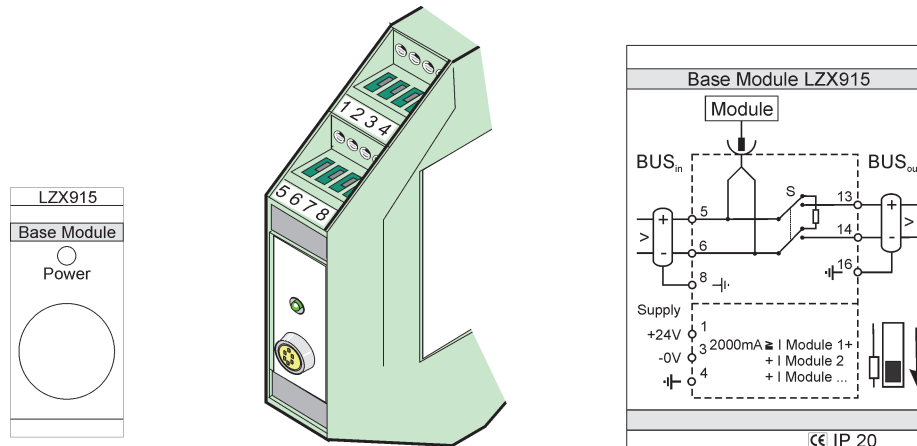

Рисунок 76 Внешний базовый модуль
4. Выполните соединения, как показано на Рисунок 76 и Таблица 49.